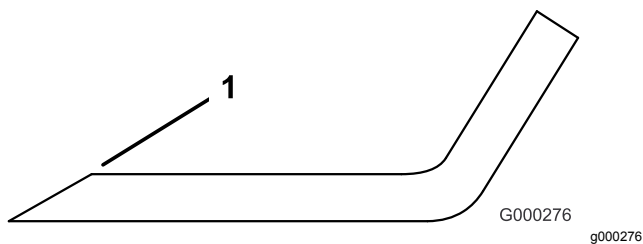

Figura 116
3. Inspeccione los filos de corte de todas las cuchillas, y afílelos si están romos o tienen mellas (Figura 116).
Nota: Afile únicamente la parte superior del filo y mantenga el ángulo de corte original para asegurar un filo correcto (Figura 116). La cuchilla permanece equilibrada si se retira la misma cantidad de material de ambos filos de corte.